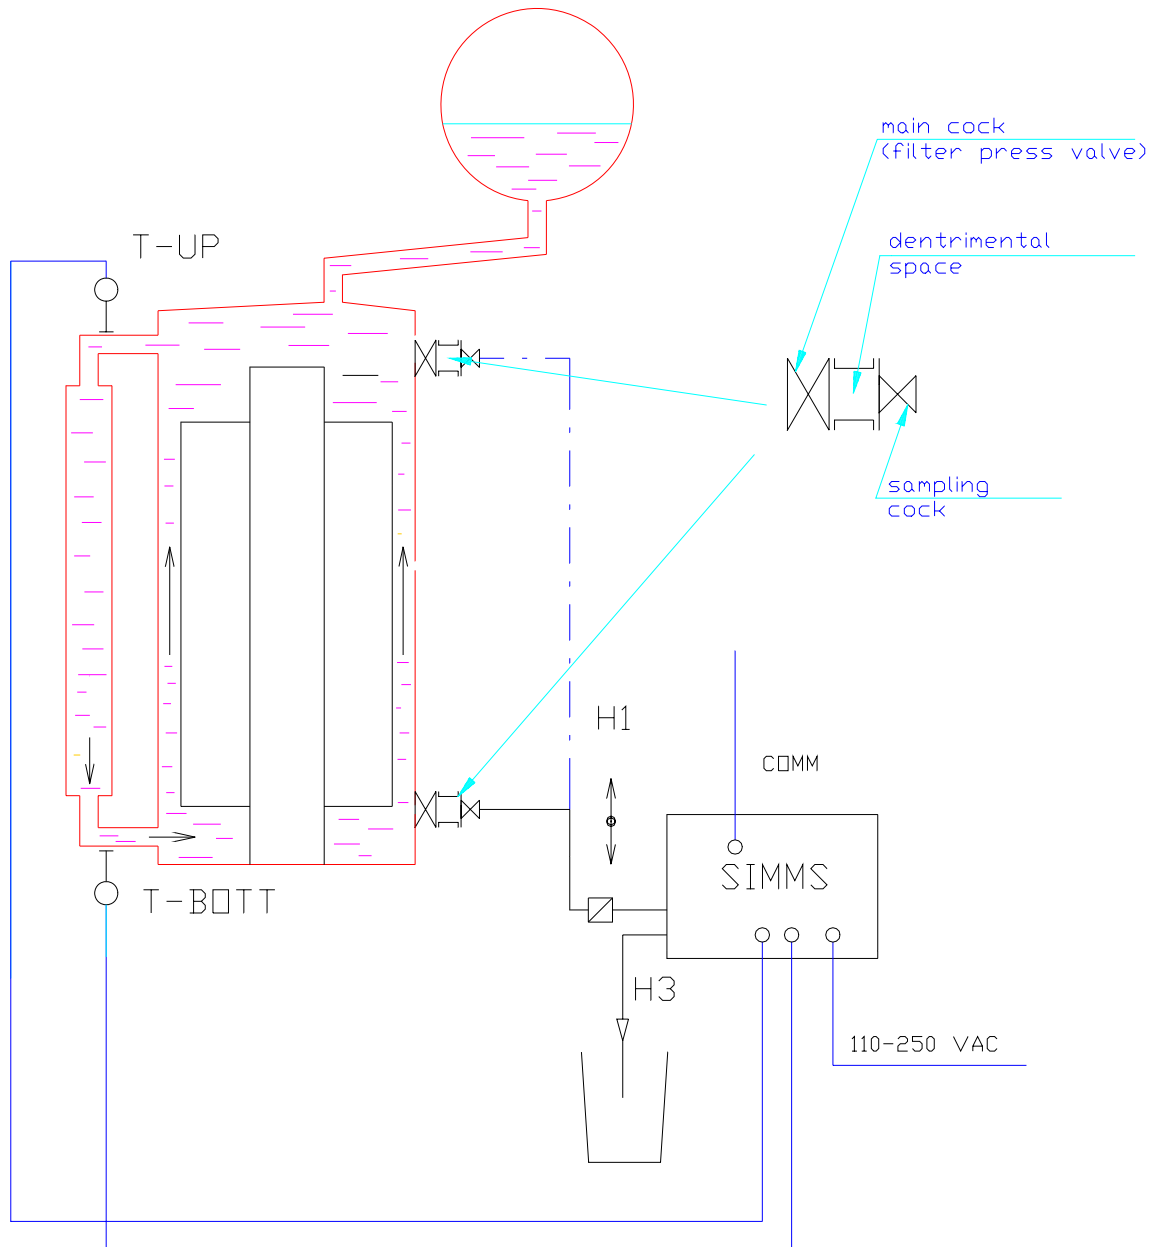

Bild 3 Schaltdiagramm: **SIMMS 1P**
4.4 SIMMS – 1P (Ein-Punkt Installation) – siehe Bild 3